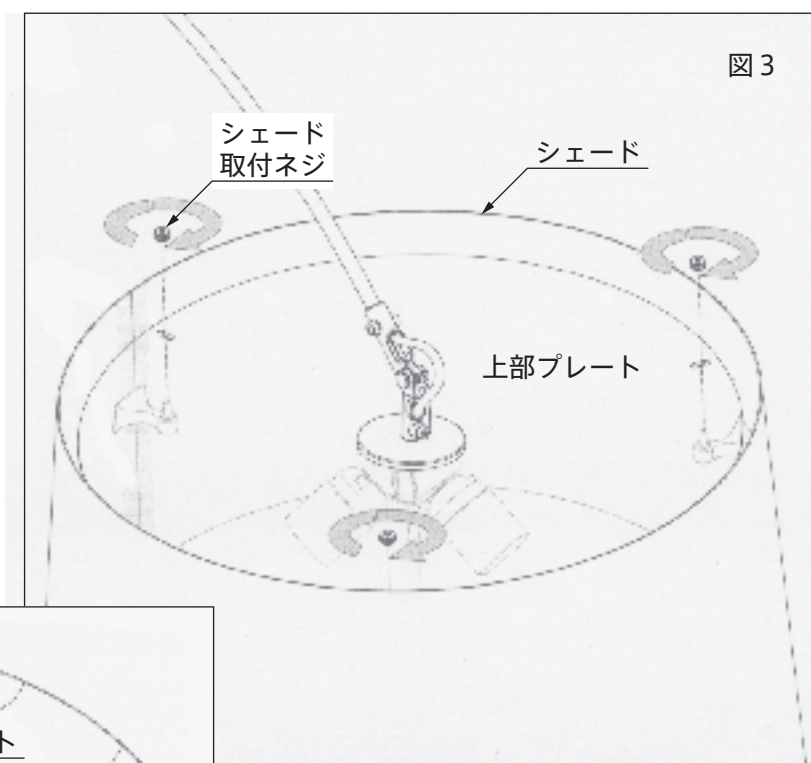

図4
7. ソケットに電球（3ヶ所）を取付けます。（図 4）
8. 下部プレートに下部プレート固定ピンをねじ込みます。（図 4）
9. 下部プレート固定ピンのもう片方をソケット本体にねじ込み、下部プレートを取付けます。（図 4）